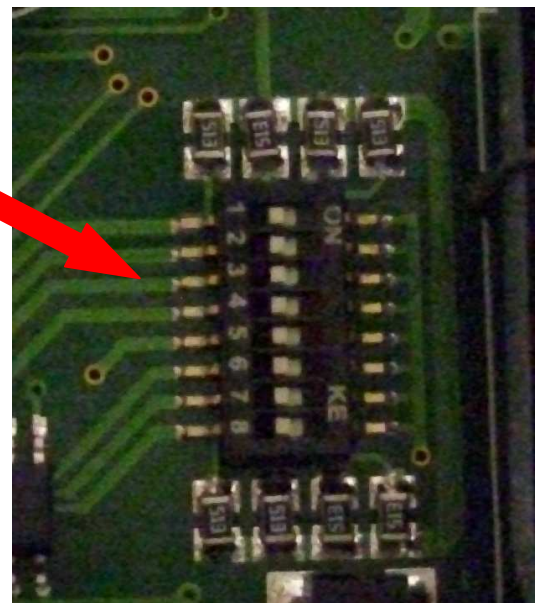

Рисунок 6. Микропереключатели адреса.
2. Проверить установленный адрес. Для корректной работы должен быть установлен нулевой адрес. Для этого необходимо найти панель микропереключателей(см рисунок 5-6) и убедиться, что все микропереключатели находятся в левом положении(см. рисунок 6)*.